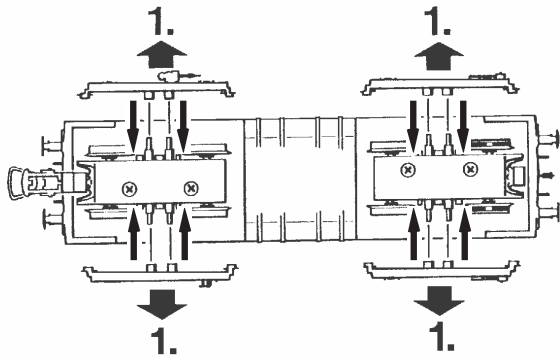

Fig. 7
3. Haftreifenwechsel: Zuerst die Drehgestellblende abnehmen (Fig. 7). Danach den **Radsatz** herausnehmen und die **Haftreifen** mit einer Nadel od. mit einem feinen Schraubendreher abziehen (Fig. 7). Beim Aufziehen der neuen Haftreifen darauf achten, dass diese sich nicht verdrehen.
3. Change of traction tyre: Remove the bogie blind (fig. 7). Take out **wheel set** and remove **traction tyre** using a pin or a fine screwdriver (fig. 7). When pressing on the new traction tyre please **avoid twisting it**.
3. Vervangen van antislipbandjes: Met een naald of kleine schroevendraaier kunt u de band verwijderen (fig. 7). Bij het omleggen van een nieuwe band dient u erop te letten dat deze niet is verdraaid.